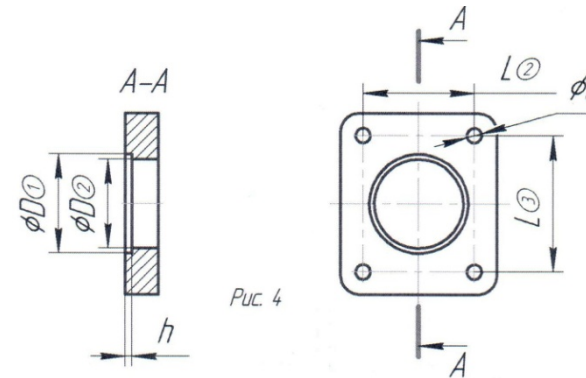

Рис. 4
- Снять размеры с присоединительного фланца кронштейна (рис.4).